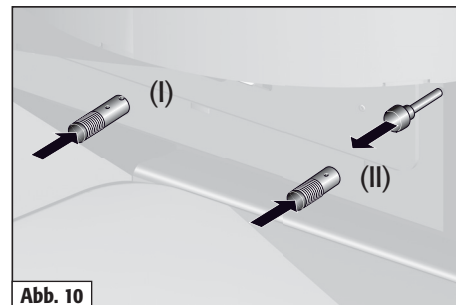

Abb. 10
| Primärluft einstellen.                     | Primärluftschieber (I) auf Markierung 2. (s. Abb.10)              |
| Sekundärluft einstellen.                   | Sekundärluftschieber (II) zwischen Markierung 1 u. 2. (s. Abb.10) |